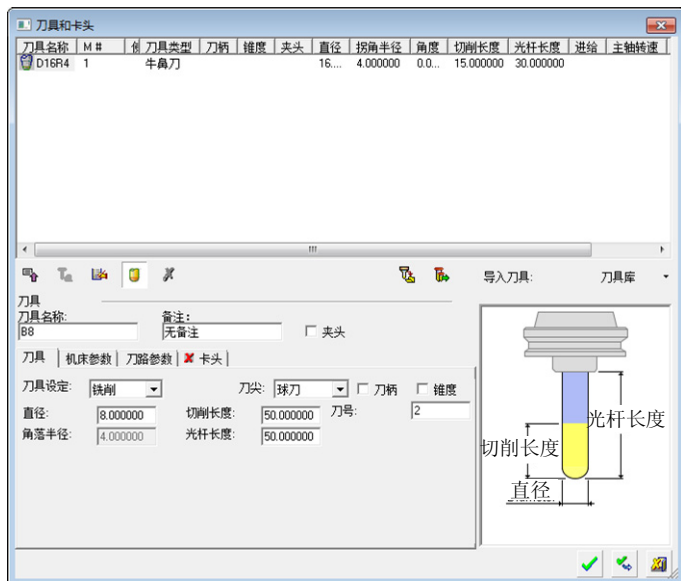

图 5-42 创建 B8 球刀
2) 创建 B8 球刀。单击“加工向导”工具栏上的“刀具”按钮 ，弹出“刀具和卡头”对话框，单击新刀具按钮 ，设置刀具参数如图 5-42 所示。依次单击确定按钮 ，完成刀具创建。